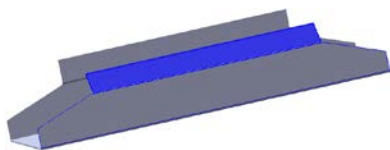
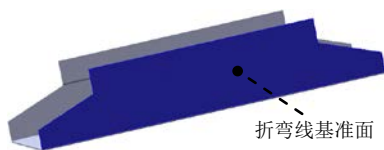

图 11.2.17 绘制的折弯 3
图 11.2.18 折弯线基准面
(4) 定义钣金参数属性。在 **折弯参数(P)** 区域的  文本框中输入折弯角度 45.0, 在 **折弯位置:** 区域中单击“材料在内”按钮  。
(5) 单击  按钮, 完成绘制的折弯 2 的创作。
Step7. 创建图 11.2.17 所示的钣金特征——绘制的折弯 3。
(1) 选择命令。选择下拉菜单 **插入(I)** → **钣金(B)** → **绘制的折弯(S)...** 命令 (或单击“钣金”工具栏上的“绘制的折弯”按钮 )。
(2) 定义特征的折弯线。
- ① 定义折弯线基准面。选取图 11.2.18 的模型表面作为折弯线基准面。